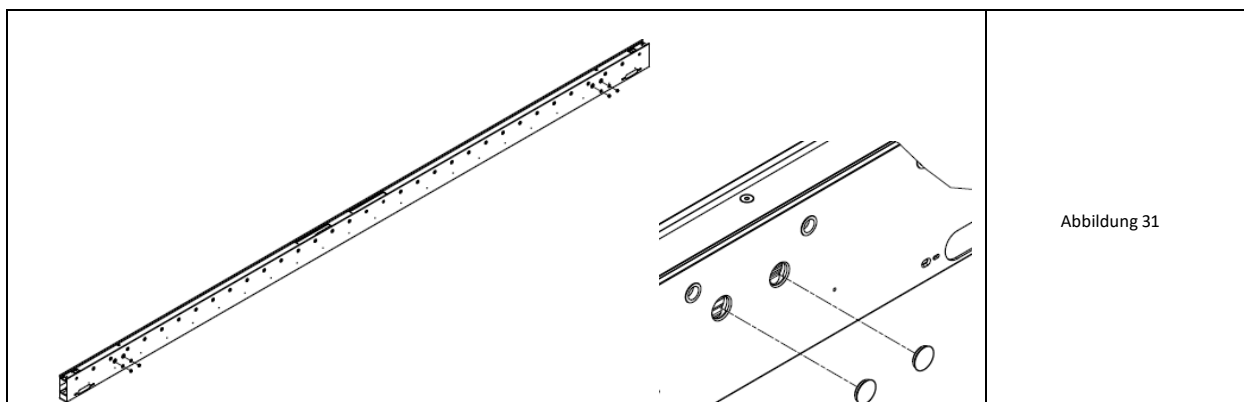

Abbildung 31
4. Den Wandbalken auf die Anker legen und mit einer Unterlegscheibe und einer Anker-Mutter (Größe M12) befestigen. Das Anzugsmoment gemäß den Angaben des Ankerherstellers (Abb. 31).
5. Die Löcher für die Anker im Balken mit Aluminiumstopfen verschließen, die auf Dichtungsmittel aufgebracht werden (Abb. 31 rechts).